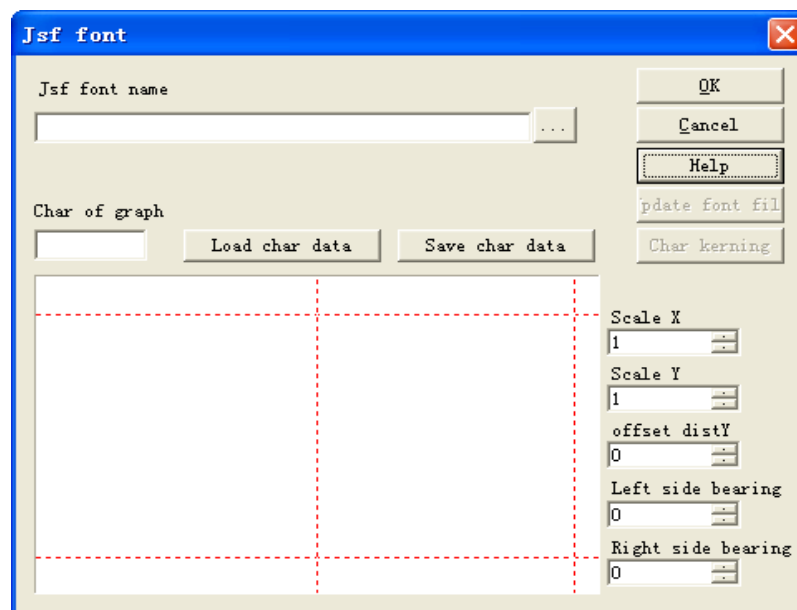

Рис. 5-17. Шрифт JSF.
При выборе опции «JSF font» (шрифт JSF) система развернет окно диалога, показанное на Рис. 5-17.
На Рис. 5-17 показаны две неактивные функциональные клавиши «Update font file» (обновить файл шрифта) и «Char kerning» (кернинг символов). Далее требуется выбрать название библиотеки шрифтов jsf, функциональная кнопка  находится справа от окна
показанное на Рис. 5-17. Нажмите кнопку:  и найдите каталог шрифтов программы «Metal Marker» в окне, введите «EZCAD0521», щелкните кнопкой для отображения следующего окна диалога, Рис. 5-23.
1. Нажмите «JSF fonts» (шрифты JSF) в меню «Modify» (модификация), появится окно диалога шрифтов JSF, показанное на Рис. 5-17 -> Нажмите кнопку , откроется диалог поиска пути к файлу: «EzCad\font» -> Введите «EZCAD0521» -> Щелкните кнопкой.